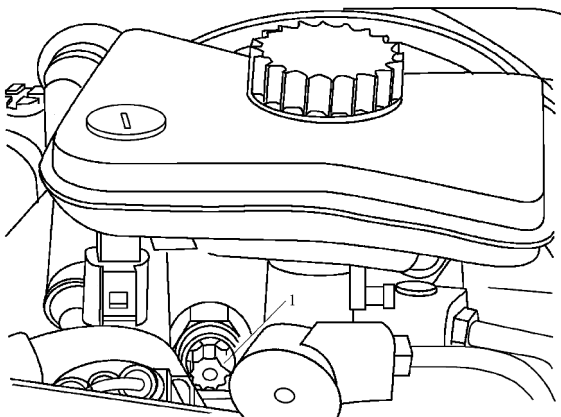

图 3-2-31 将储液罐推向一侧并旋下螺栓
9) 将储液罐推向一侧, 并旋下螺栓 1, 如图 3-2-31 所示。